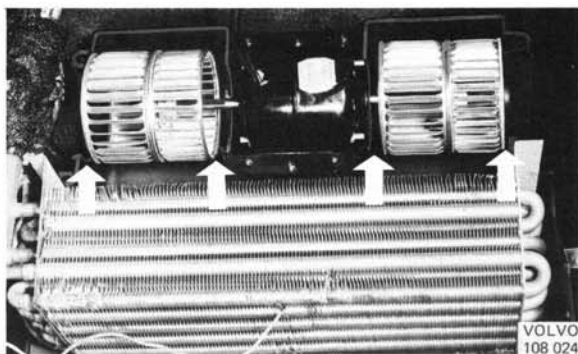

Abb. 88 Der Gebläsemotor ist so anzubringen, daß der Abstand (siehe Pfeile) von den Turbinenrädern zur Gehäusewand auf beiden Seiten gleich ist.
14. Bevor die Turbinenräder auf der Motorwelle festgeschraubt werden, sind sie in axialer Richtung so einzustellen, daß der Abstand zur Gehäusewand auf beiden Seiten gleich ist (Abb. 88).